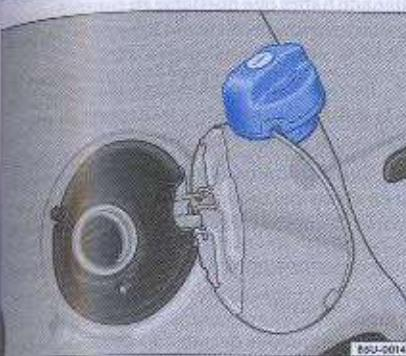

Fig. 106 Boquilla de llenado y tapa del depósito de combustible
- Coloque la tapa de la boquilla de llenado conforme = fig. 106.
Después de la apertura de la boquilla de llenado, se puede colgar la tapa del depósito según ⇒ fig. 106.